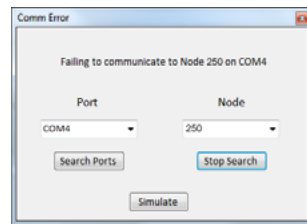

图15: Comm Error(连接错误)窗口
**注意** 如果您看到连接错误窗口, 如图15所示, 则点击Search Ports(搜索端口)按钮。如果程序未启动, 则请参见TESCOM《ER5000用户手册》中“故障排除”章节的内容。